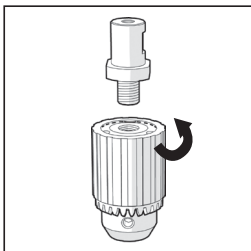

Fig. 10
- Skruva på den 3-delade käftchucken på chuckadaptorns gängade hål. (Fig. 10)